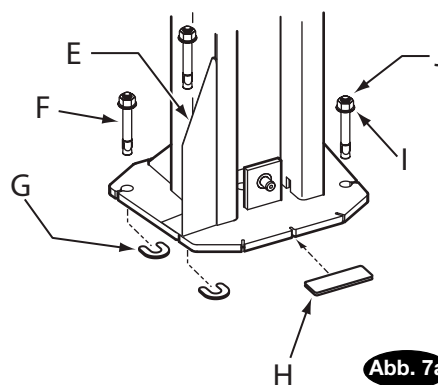

Abb. 7a
7. WICHTIG Beide Säulengrundplatten mit den mitgelieferten Hufeisen-Beilagen unterfüttern, bis beide Säulen im Lot stehen (Abb. 7a). Wenn eine Säule erhöht werden muss, um in der Höhe zur anderen Säule zu passen, sollten Beilagenplatten in passender Größe verwendet werden (siehe Beilagen-Kit). Erneut überprüfen, ob die Säulen lotrecht stehen. Bei Hebebühnen der M-Serie Zehenschutz installieren (Abb. 7a). Die Schrauben der Schwerlastanker mit einem Installations-Drehmoment von 200 Nm (20,4 kg-m) anziehen. Die Beilage darf NICHT DICKER als 13 mm sein. Die Säulenverlängerungen ebenfalls lotrecht stellen. Wenn sich die Schrauben der Schwerlastanker nicht auf 200 Nm (20,4 kg-m) festziehen lassen, Beton unter beiden Säulengrundplatten mit einer 20 N/mm²-Betonunterfütterung von 1.219 mm x 1.219 mm, 152 mm Dicke, mit dem Boden bündig abschließen lassen. Beton aushärten lassen, bevor Verankerungen und Hebebühne installiert werden.